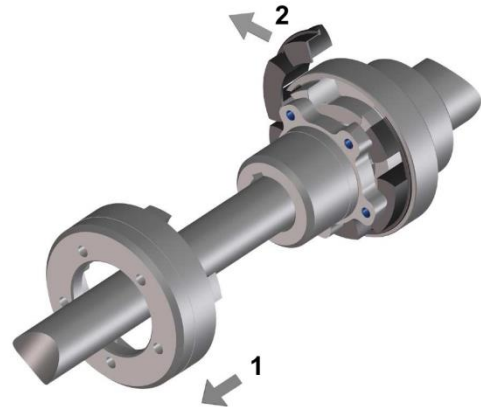

Figura 16
- ☐ Desenrosque el anillo de garras y retráigalo (Figura 16, Pos. 1).
- ☐ Extraiga el anillo intermedio (Figura 16, Pos. 2). Comience en el puente de unión seccionado.